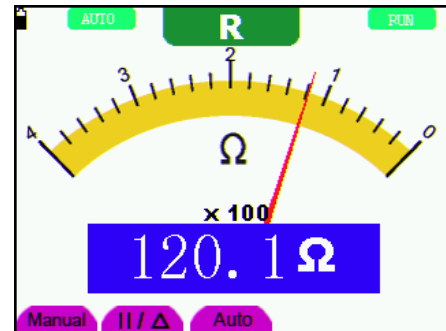

Рисунок 27. Измерение сопротивления
3. Подсоедините красный и черный измерительные провода к обследуемому сопротивлению. Результат измерения сопротивления в омах отобразится на дисплее (см. рисунок 27).